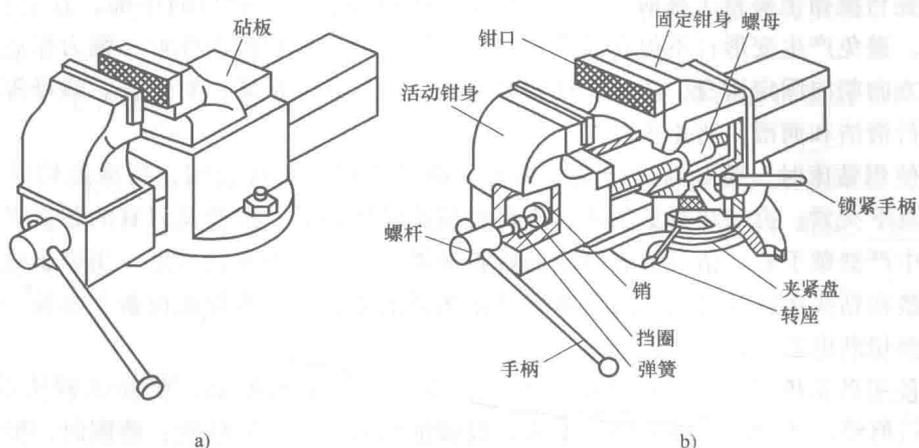

图 0-2 台虎钳
(2) 台虎钳 普通台虎钳 (以下简称台虎钳) 是钳工加工用的主要设备, 是用来夹持各种工件的通用夹具, 分为固定式和回转式两种, 如图 0-2 所示。其主要结构和工作原理基本相同, 不同的是固定式台虎钳的固定钳身上有一个砧板, 回转式台虎钳的整个钳身可以回转, 能满足不同工位的需求, 使用起来比固定式更方便, 应用也比较广泛。台虎钳的规格是用钳口的宽度表示的, 常用的有 100mm、125mm 和 150mm 几种。